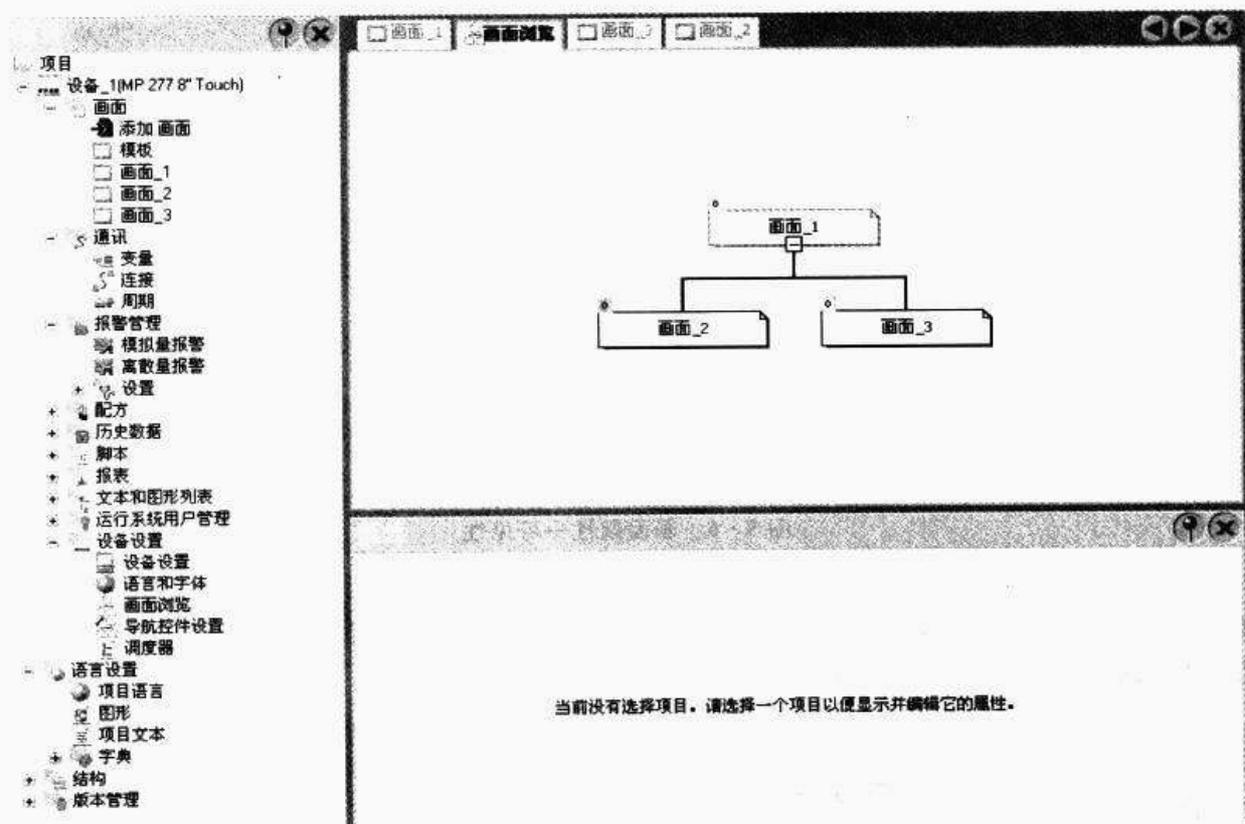

图 5-4 新建画面方法三
③ 在打开的项目窗口左侧的“项目视图”中选择“设备设置”组,从列表中双击“画面浏览”按钮(如图 5-4 所示),将弹出如图 5-4 所示的画面浏览编辑窗口,右击某一个画面,在弹出的快捷菜单中选择“新画面”选项,可以很简单地为该画面创建一个子画面。